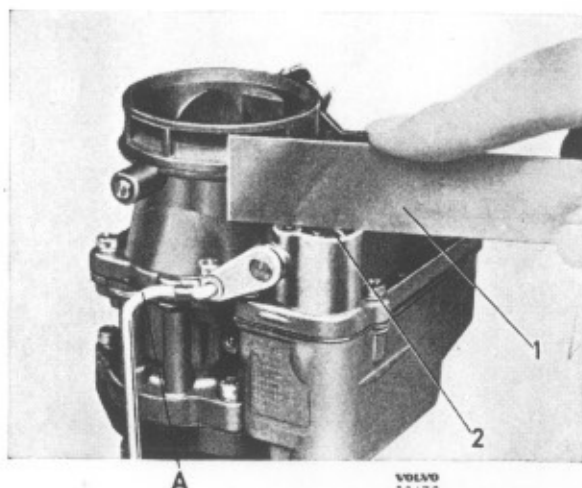

Bild 1-59. Inställning av accelerationspump
3. Med gasspjällen helt stängda läggs en ställinjal (bild 1-59) över ytan för locket. Pumpens hävvarm skall ligga i plan med ytan. Justera om så behövs genom att böja förbindelsestängan från spjäll-